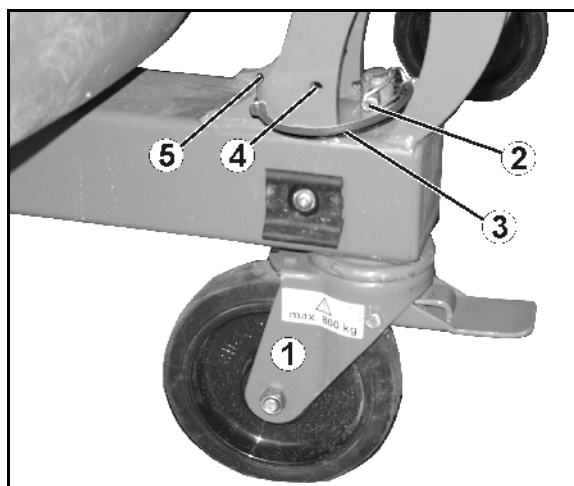
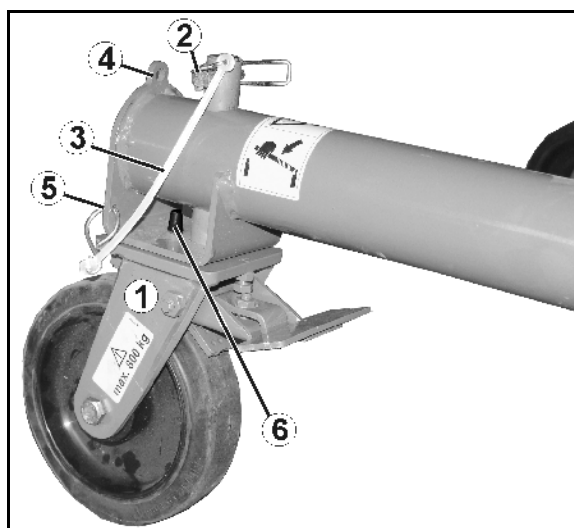

Fig. 55
Fig.56
- Fest låsepinnene med sikringsbånd (3) til maskinen (5).
5. **Styrbare** ruller **foran** (Fig. 55/1) / **Faste** ruller **bak** (Fig.56/1)
- o monteres, og sikres med låsepinner (2), henholdsvis